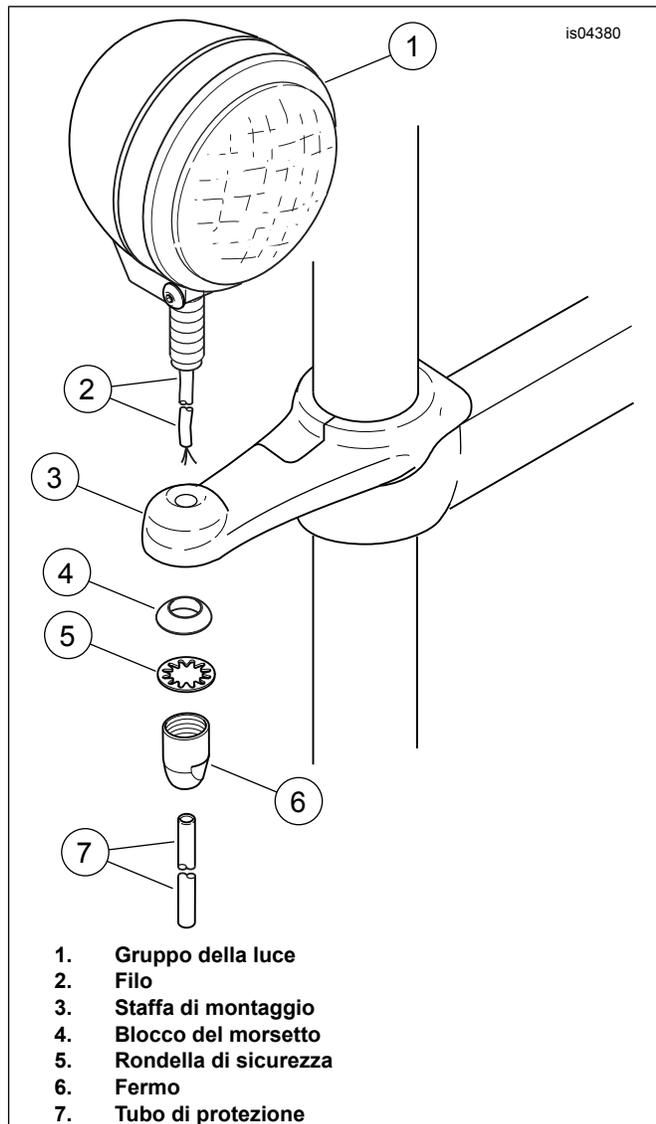

Figura 2. Installare le luci
7. Vedere Figura 2. Far passare il cablaggio (2) della luce di inseguimento (1) blu attraverso la staffa di montaggio del lato destro (3), e fissare la luce alla staffa utilizzando un blocco del morsetto (4), una rondella di sicurezza (5) e un fermo (6). Serrare il fermo a 22–24 N·m (16–18 ft-lbs).